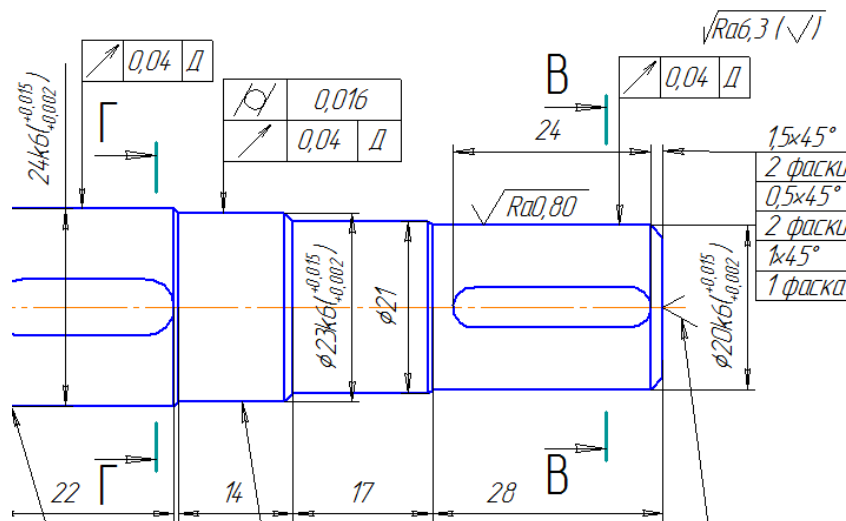

Рис. 5.15
20. После отмеченных линий разреза закройте инструмент, и выберите инструмент «Ввод текста», щелкните в правом верхнем углу, далее введите текст $\sqrt{Ra6,3}(\sqrt{I})$, как показано на рис. 5.15, аналогично тому, как вводили тексты ранее в формах и позициях.